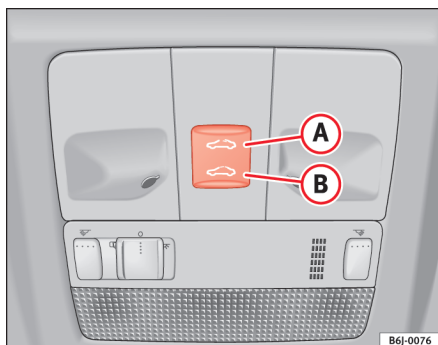

Fig. 48 Toit ouvrant / déflecteur
- Appuyer et maintenir le bouton **(B)** ⇒ fig. 48 ⇒ ⚠ appuqué, le toit se referme alors jusqu'à ce que le bouton soit relâché.